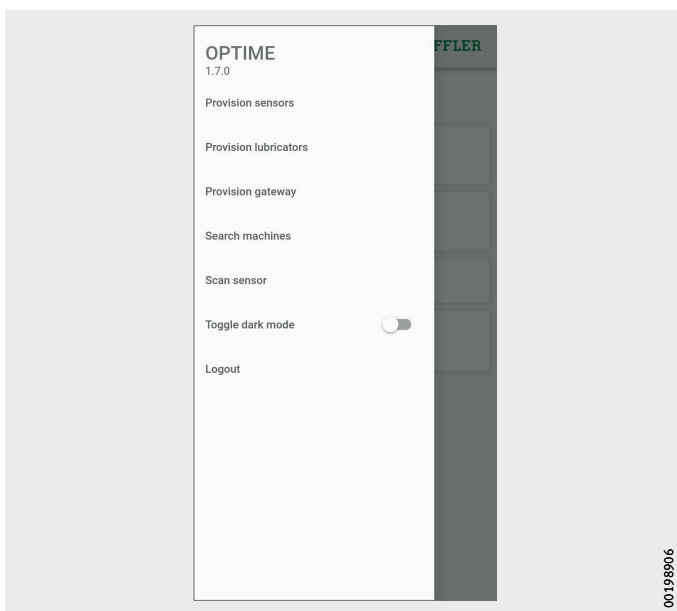

Figure 30
- ▶ Passer par l'icône **[Menu]** et appuyer sur le bouton **[Logout]**, figure 30, page 37.